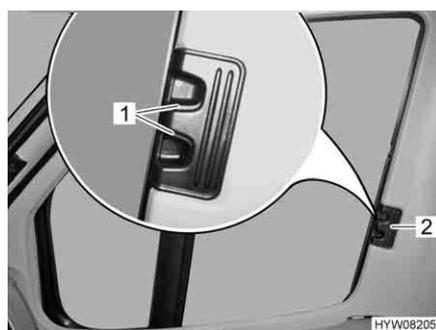

Fig. 16 Estor plegable para la ventana del conductor/acompañante
- Presionar los tiradores de desbloqueo (Fig. 16,1) y mantenerlos presionados.
- Cerrar los estores plegables para la ventana del conductor y la ventana del acompañante tirando en el tirador (Fig. 16,2) hacia el otro lado de la ventana y uniéndolos en las tiras magnéticas.
- Introducir los estores plegables para la ventana del conductor y la ventana del acompañante hasta el tope desplazando el tirador (Fig. 16,2).
- Soltar los tiradores de desbloqueo (Fig. 16,1) y dejar que engatillen.